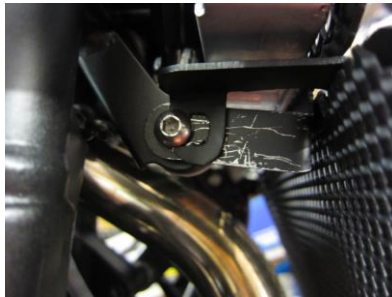

ABBILDUNG 16
- Haltern Sie das Krümmerschutzgitter in Position und befestigen Sie beide oberen Montagehalterungen wie in Abbildung 16 abgebildet. Verwenden Sie hierfür die mitgelieferten Schrauben und Mutter.